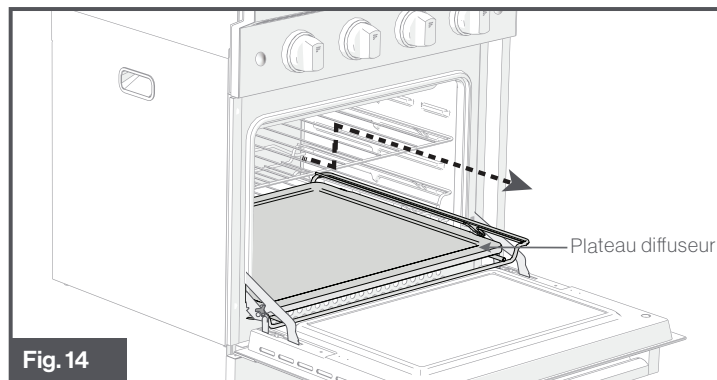

Fig. 14
- Pour insérer le **plateau diffuseur**, placez-le juste au-dessus de la position la plus basse. Le **plateau diffuseur** doit glisser vers l'arrière et s'abaissera une fois qu'il sera complètement enfoncé. (Fig. 14)